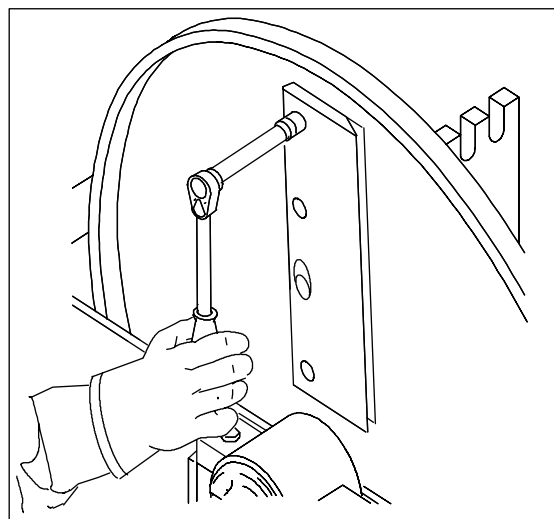

Fig. 21 Løsne knivskruene
2. Løsne knivskruene (M10). Vri verktøyet i en slik retning at hendene ikke treffer knivene hvis taket glipper. Fig. 21